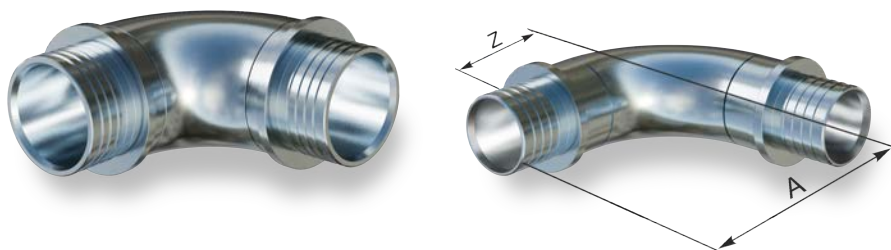

Рис. 11. Угольник
3.2.5. Угольник 90° (см. рис. 11) применяется при поворотах тепловой сети в случаях ограниченного радиуса изгиба (минимальные радиусы изгиба для трубопроводов ТВЭЛ ПЭКС представлены в таблице 1), при поворотах в непроходном канале при невозможности демонтажа стенок каналов. Является пресс-соединением, необходима комплектация монтажными гильзами из нержавеющей материала (нерж. ст., латунь).